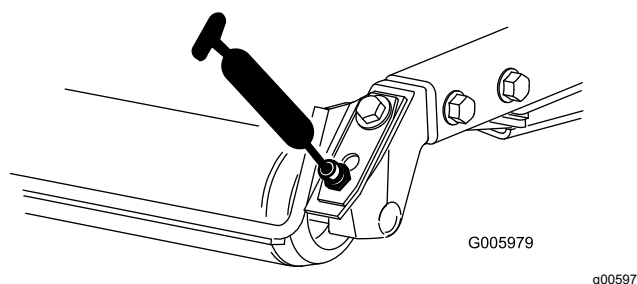

Figura 80
- Cojinetes de los rodillos traseros (2 por unidad de corte) tal y como se muestra en la Figura 80